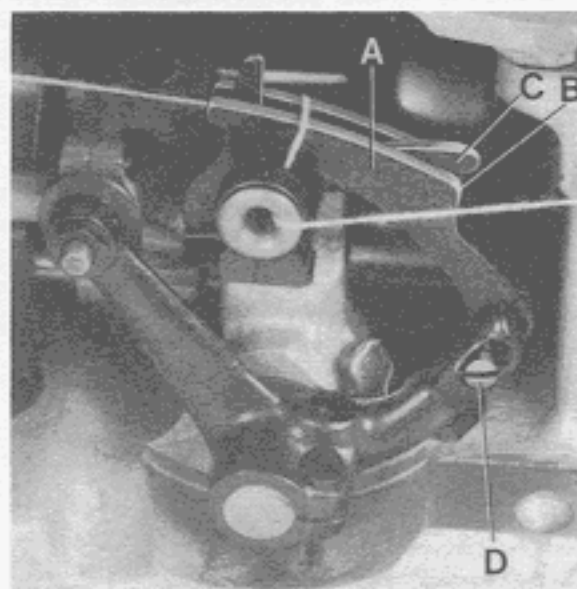

Fig.11
On the two thread double locked stitch styles, the height of the looper thread take-up (A, Fig. 11) is set so, that the cast-off hook (C) forces the looper thread over the corner (B) of the looper thread take-up (A) at the time the point of the descending needle is flush with the lower edge of looper or projects up to 1 mm (.040 in.) below the lower edge of looper.
Bei den Zweifaden-Doppelkettenstichmaschinen wird die Höhe des Greiferfadenaufnehmers (A, Fig. 11) so eingestellt, daß der Greiferfadenabzugshaken (C) den Greiferfaden zu dem Zeitpunkt über die Ecke (B) am Greiferfadenaufnehmer (A) abwirft, wenn die Spitze der sich nach unten bewegenden Nadel mit der Unterkante des Greifers bündig ist oder bis zu 1 mm unterhalb der Greiferunterkante steht. Fädeln Sie den Greiferfaden ein, drehen Sie die Riemenscheibe in Nährichtung und merken Sie sich die Stellung der Nadelspitze zur Greiferunterkante zum Zeitpunkt wo der Greiferfadenabzugshaken (C) den Greiferfaden über die Ecke (B) abwirft.
For setting the looper thread take-up loosen screw (D, Fig.11).
Zur Einstellung des Greiferfadenaufnehmers lösen Sie die Schraube (D, Fig.11).